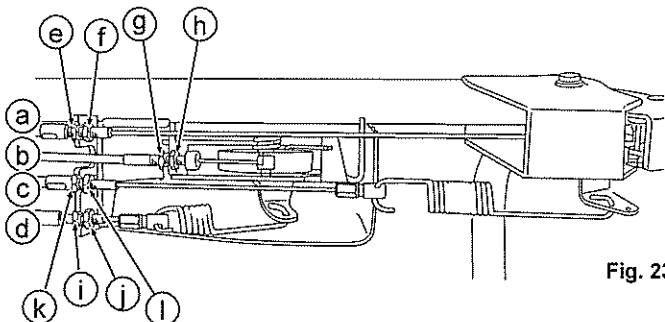

Fig. 23.
8.5.1 Manette des gaz (Voir Figs. 23 et 24.)
8.5.2 Levier de la lame (Voir Figs. 23 et 25.)
8.5.3 Levier d'embrayage (Voir Figs. 23 and 26.)
8.5.4 Levier de changement de vitesse (Voir Figs. 23 et 27.)